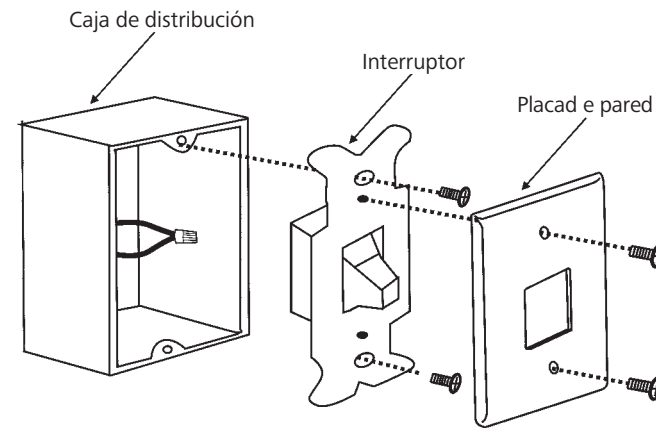

Fig. 26
Paso 1. Retire la placa de pared existente y el antiguo interruptor de la caja de distribución de pared. Conecte con una tuerca las terminaciones de cables NEGROS (calientes) entre sí y vuelva a empujarlos al interior de la caja de distribución. (Fig. 26)